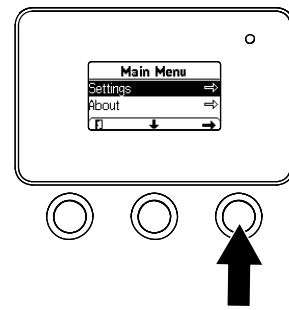

Figura 25
1. En el MENÚ PRINCIPAL, utilice el botón central para desplazarse hacia abajo al menú CONFIGURACIÓN y pulse el botón derecho (Figura 25).